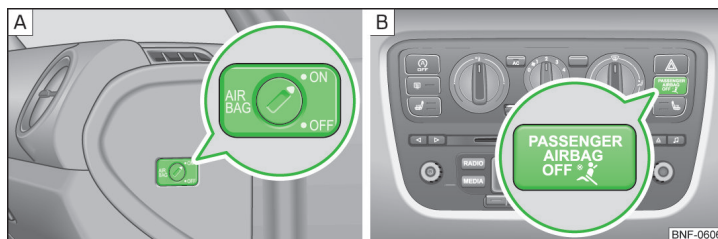

Bild 10 Nyckelbrytare för frampassagerarens frontairbag/kontrollampa för frampassagerarens frontairbag
- Kontrollampen **PASSENGER AIRBAG OFF**  » **bild 10 på sidan 18** -  tänds efter att tändningen slagits till.
- › Vrid spåret på nyckelbrytaren till position **OFF** » bild 10 - **A** med hjälp av nyckeln.
- › Kontrollera om kontrolllampan **PASSENGER AIRBAG OFF** » bild 10 - **B** lyser när tändningen slagits från.
- › Vrid spåret på nyckelbrytaren till position **ON** » bild 10 - **A** med hjälp av nyckeln.
- › Kontrollera om kontrolllampan **PASSENGER AIRBAG OFF** » bild 10 - **B** inte lyser när tändningen slagits från.